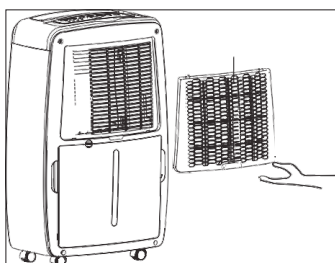

Abb. 1
1. Nehmen Sie den Filterhalter aus der Einheit des Entfeuchters heraus (Abb. 1).